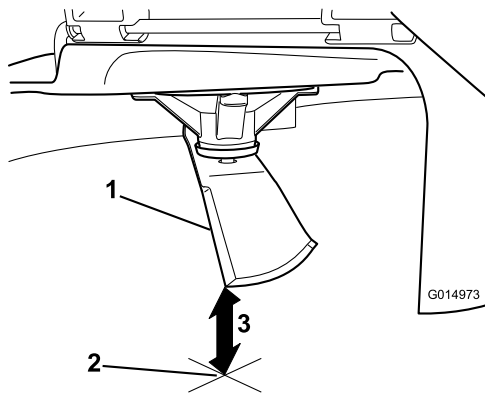

Figure 115
3. Mesurez la distance entre la pointe de la lame et la surface plane (Figure 115).